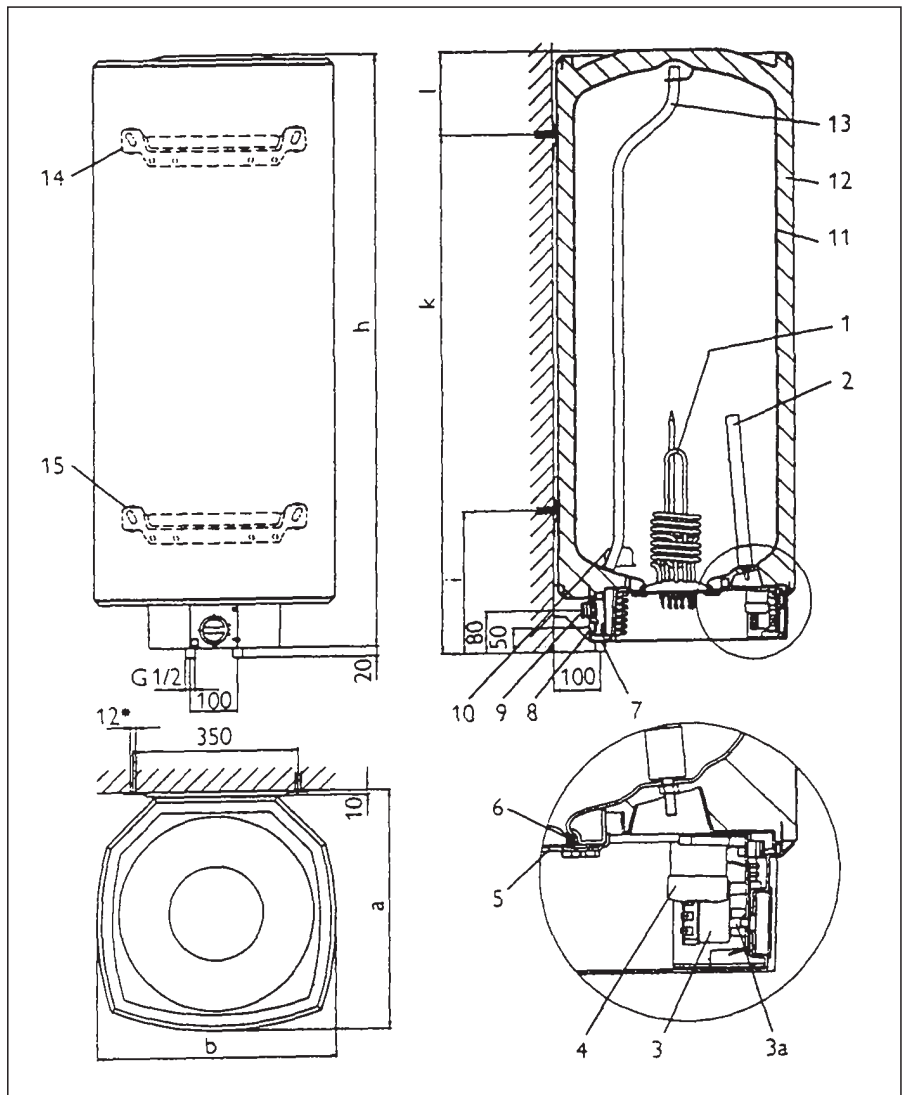

Fig. 4
- Montar en posición vertical, como en la fig. 4.
- 4 Mando a distancia del calentamiento rápido. Utilizar un cable con pasacables de plástico PG 11 (no incluidos). Ver la posición en la fig. 4, pos. 8.